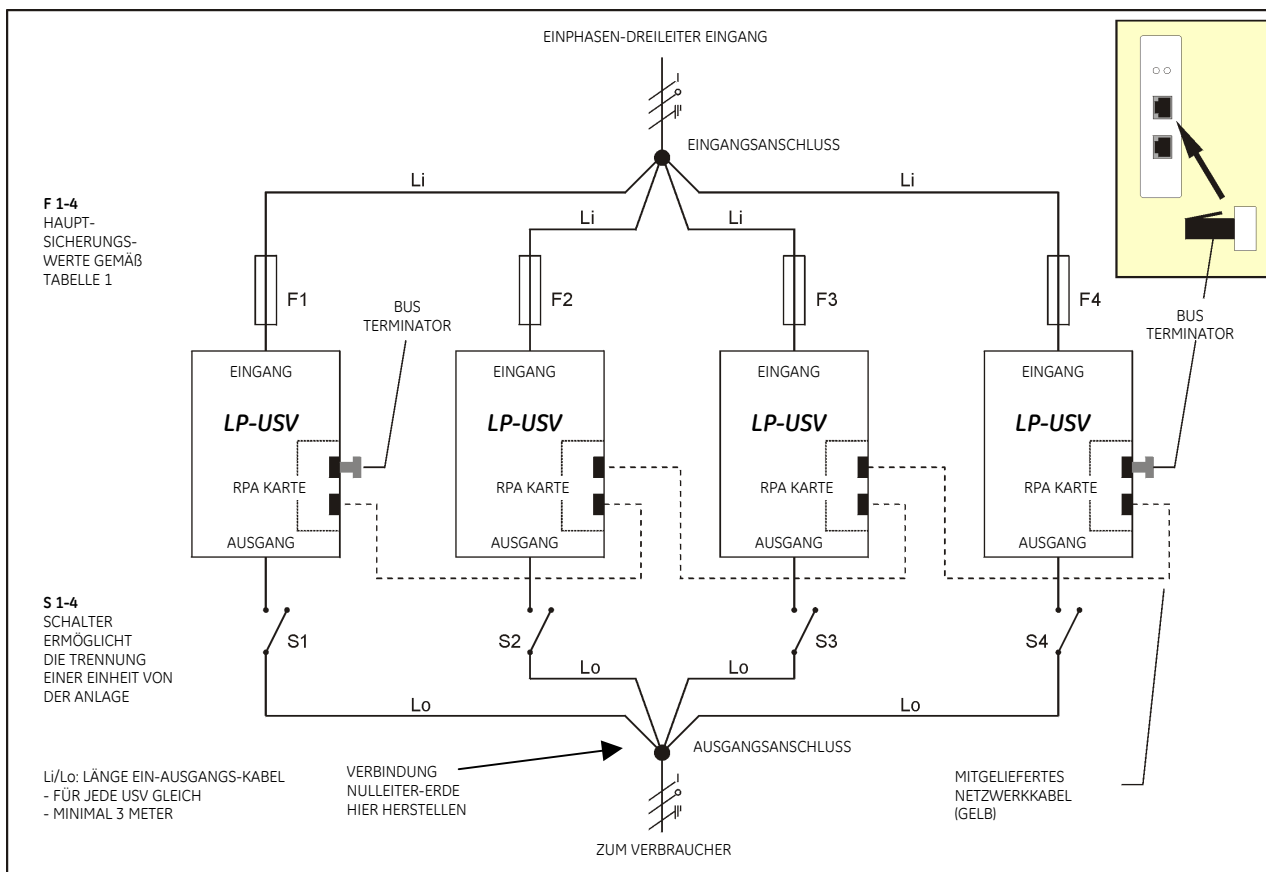

Bild 10. Installation parallel geschalteter LP 31T Anlagen
2. Alle Ausgänge zur Versorgung der Verbraucher sind miteinander zu verbinden. Es ist empfehlenswert, in die Ausgangskabel Schalter einzusetzen (S 1-4, Abb. 10), so dass die einzelnen Einheiten für Instandhaltungszwecke von den anderen Einheiten getrennt werden können. Am Ausgangsanschluss wird eine Verbindung zwischen dem Nullleiter und der Erde empfohlen.
4. Die Länge der Eingangskabel vom Eingangsanschluss (Li, Abb. 10) zu den USV-Eingängen sollte gleich sein. Das gleiche gilt für die Kabel der Ausgänge zum Ausgangsanschluss (Lo, Abb. 10). Die Mindestlänge der Eingangs- und Ausgangskabel sollte 3 m betragen.
7. Verbinden Sie die RPA-Karten der Einheiten mit dem zum Lieferumfang der USV gehörigen Netzkabel. Siehe Abbildung 10 (punktirierte Linie). Benutzen Sie keine anderen als nur die mitgelieferten Kabel! Von der ersten und der letzten USV in dem System wird nur eine RPA-Buchse benutzt, um die USV miteinander zu verbinden. In die andere (freie) RPA-Buchse muss ein Endwiderstand gesteckt werden. Die erforderlichen Endwiderstände gehören zum Lieferumfang des Geräts.
- 2 Die eingebaute Sicherung aus dem Eingang der betreffenden USV herausnehmen (F1-4 in Abbildung 10),
- 3 Den Ausgang der USV vom Ausgangsanschluss trennen (S1-4 in Abbildung 10).